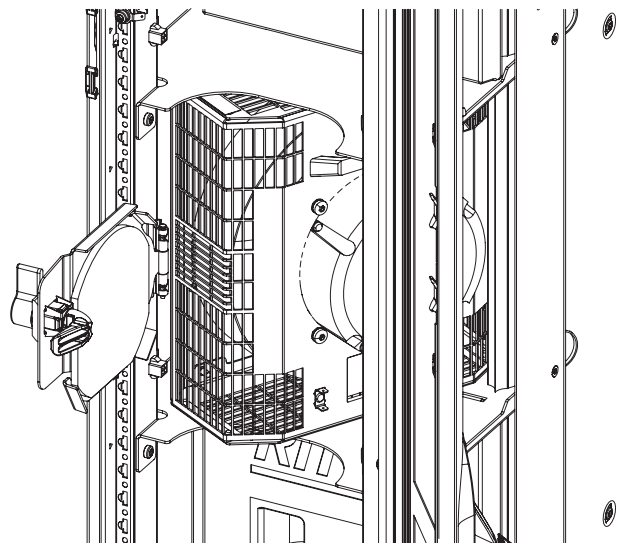

Abb. 53: Gedrehtes Lüftermodul im Lüftereinschub
■ Drehen Sie das Lüftermodul im Einschub gegen den Uhrzeigersinn um 90° (Abb. 53).